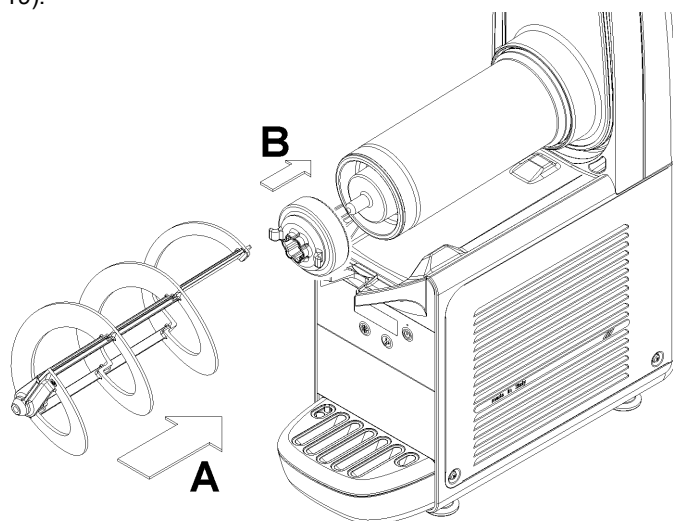

figure 19
**5** Remonter le joint hexagonal, suivi du mélangeur (voir figure 19).